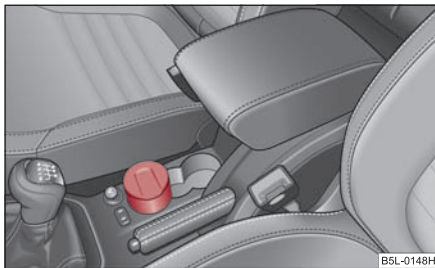

Fig. 116 Consola centrală: Scrumiera față
- Scoateți scrumiera ⇒ fig. 116 în sus. Nu țineți scrumiera de capac – pericol de rupere.